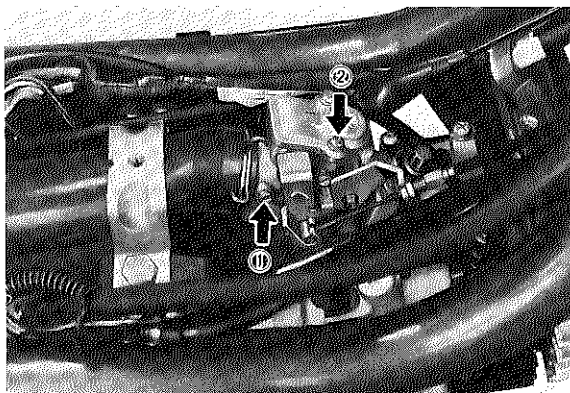

Fig. 2-3-1
Turn air adjusting screw (1) until it lightly seats, then back it out 1-1/2 turns. This adjustment can be made with engine stopped. (Fig. 2-3-1)
Turn throttle stop screw (2) in or out to achieve smooth engine operation at idle speed specified in Carburetor Setting Table. (Fig. 2-3-1)
Visser la vis de richesse du ralenti (1) à fond, sans forcer et, à partir de cette position, la dévisser de 1 tour 1/2. Ce réglage peut être effectué moteur arrêté (Fig. 2-3-1).
Tourner la vis butée du ralenti (2) dans un sens ou dans l'autre, de manière à obtenir le régime de ralenti spécifié au Tableau des Caractéristiques du Carburateur (Fig. 2-3-1).
Die Einstellschraube (1) drehen bis sie leicht aufsitzt, danach diese um 1-1/2 Umdrehungen zurückdrehen. Diese Einstellung kann bei stehendem Motor vorgenommen werden. (Fig. 2-3-1)
Die Leerlaufdrehzahlsschraube ein- oder ausdrehen um gleichmäßigen Motorlauf bei der in der Vergasereinstelltable aufgeführten Drehzahl zu erzielen. (Fig. 2-3-1)